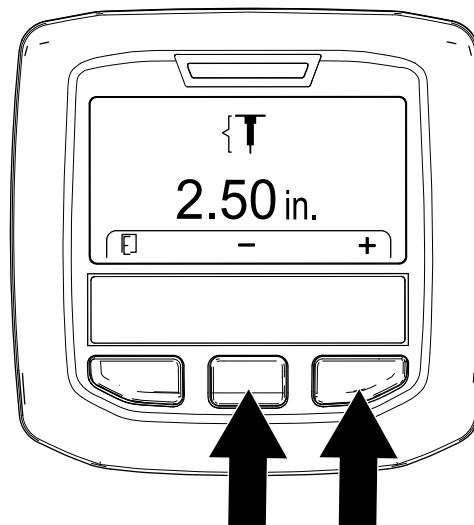

Рисунок 53
- Отрегулируйте глубину зубьев (Рисунок 53) следующим образом: